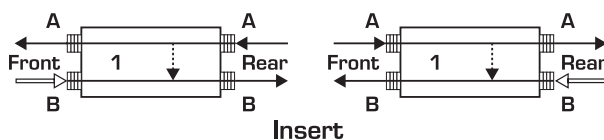

Fig. 1.2 : Configuration d'insert (mode 1)
La figure 1.2 montre le câblage d'un point d'insertion (insert). Supposons que vous ayez relié un signal avec l'embase supérieure (A) du panneau arrière. Ce signal est alors conduit jusqu'au connecteur (A) de la face avant ainsi qu'à l'embase (B) du panneau arrière. Dès que l'embase inférieure (B) du panneau arrière est occupée par un jack, le flux du signal est dédoublé et les connecteurs des paires supérieure et inférieure (face avant
+ panneau arrière) sont mis en contact. On appelle ce mode « Input Break ». Il fonctionne aussi inversement (voir Fig. 1.2), bien que dans ce cas, le trajet du signal est dédoublé dès que l'embase (B) du panneau arrière est occupée par un jack. Utilisez le mode 1 par exemple pour relier les inserts généraux de votre console aux entrées et sorties de votre compresseur. Procédez de la même façon pour relier les inserts des canaux aux entrées et sorties d'un égaliseur par exemple.